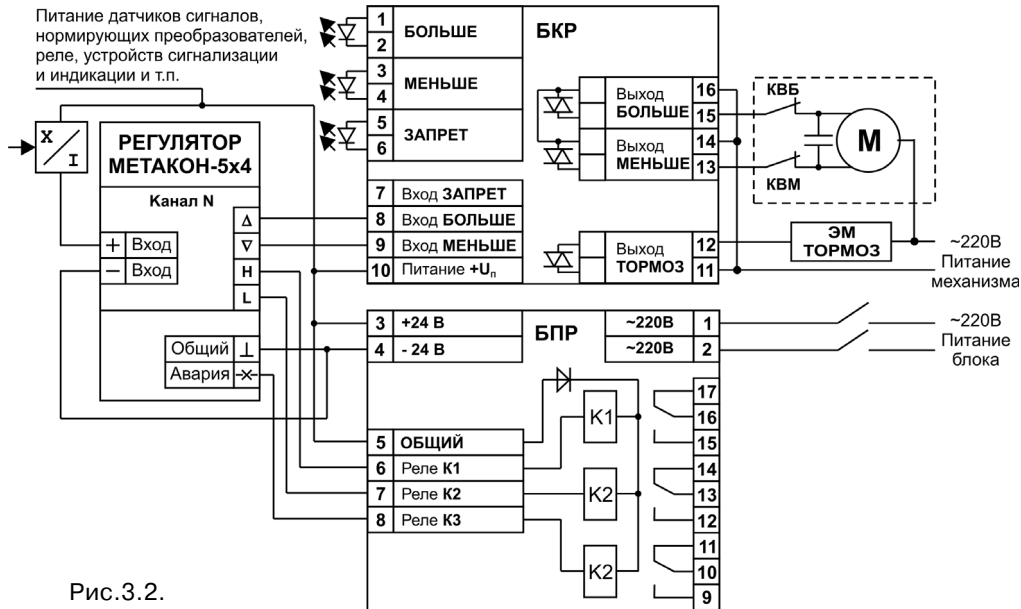

Рис.3.2.
3.2. Схема подключения БПР в комплекте с блоком коммутации реверсивным БКР и регулятором МЕТАКОН-5х4 показана на рис.3.2.